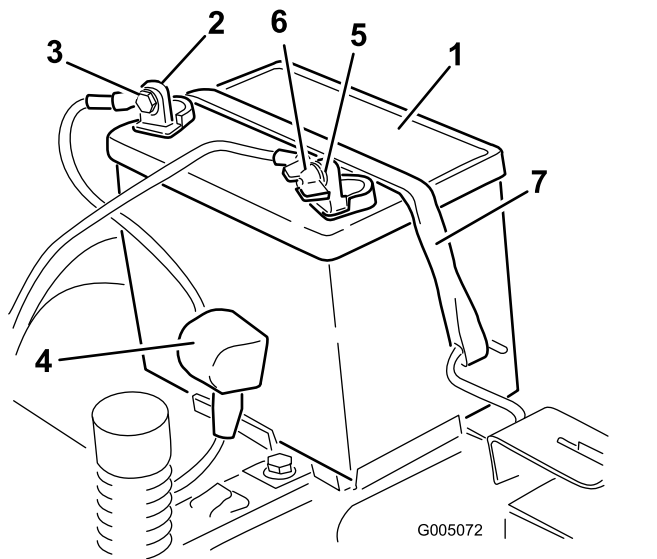

Figura 46
4. Desligue o cabo negativo (preto) do pólo da bateria (Figura 46).
6. Desligue o cabo positivo (vermelho) do pólo da bateria (Figura 46).
7. Retire o suporte da bateria (Figura 46) e levante a bateria para a retirar da respetiva plataforma.
1. Posicione a bateria no tabuleiro (Figura 46).
5. Prenda a bateria ao suporte (Figura 46).